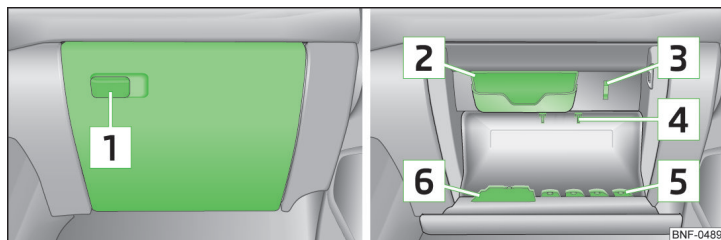

Fig. 61 Compartimento guardaobjetos en el lado del acompañante
Compartimentos guardaobjetos » fig. 61
► Tire de la palanca de apertura **1** » fig. 61.